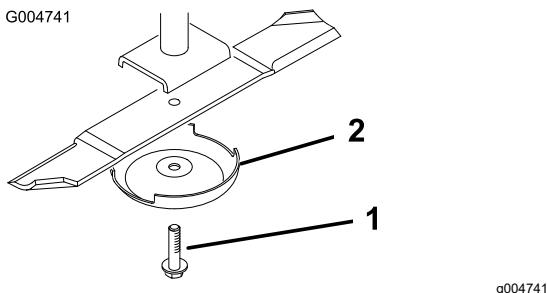

Рисунок 130
- Снимите болт ножа, защитный колпак и нож с вала шпинделя (Рисунок 130).